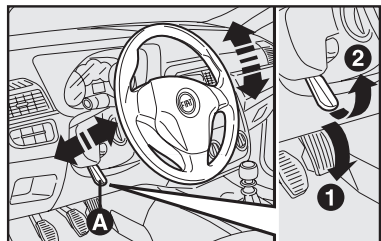

fig. 10
VOLANTE - fig. 10
- 1) Desplace la palanca A hasta la posición **1-fig. 10**.
- 3) Vuelva a poner la palanca en la posición **2-fig. 10** para trabar nuevamente el volante.